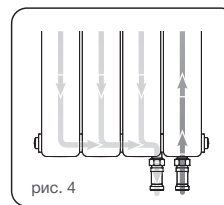

рис. 4
- 8.3. Радиатор подключается к трубопроводам с помощью боковых G3/4" (рис. 4).